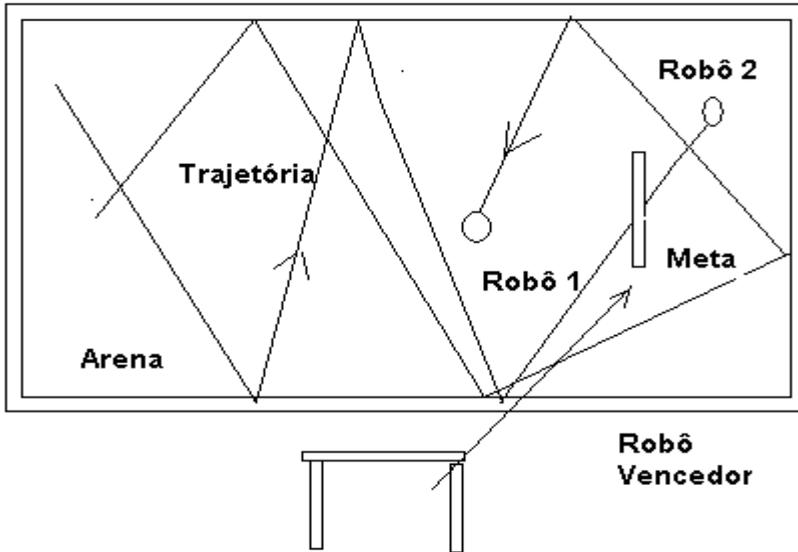

Figura 5 – Prova em que o robô deve atravessar a meta (gol).
- c) Finalmente, sugerimos uma competição em que usamos uma meta (gol) dentro de uma arena. Os robôs são soltos e o primeiro que conseguir atravessá-la será o vencedor, conforme mostra a figura 5.